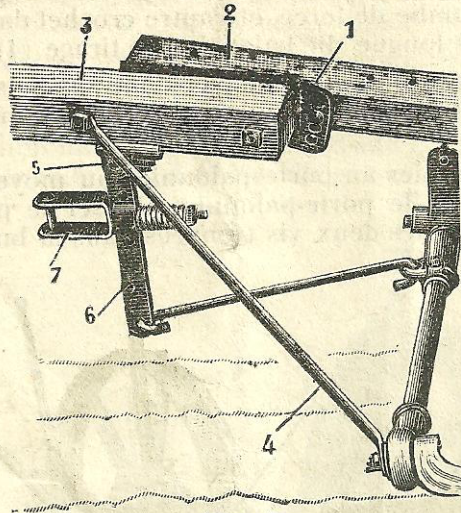

Fig. 5
c) Attelage à 2 chevaux pour Faucheuse D. 3 b. (Fig. 5) :